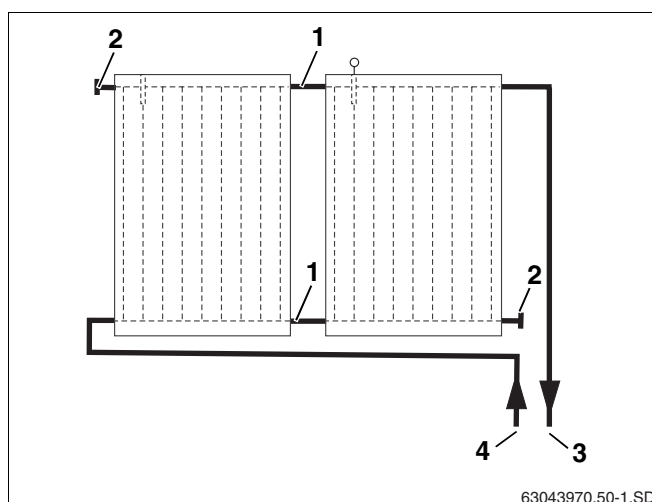
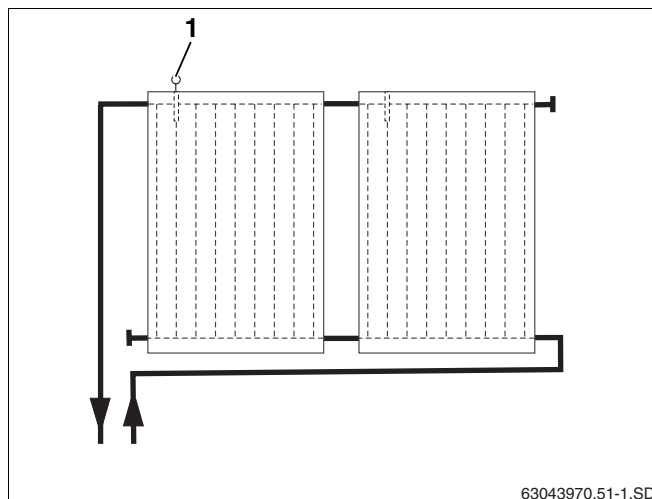

Fig. 40 Allacciamento idraulico – Tubazione di mandata a destra
Fig. 41 Allacciamento idraulico – Tubazione di mandata a sinistra
Il campo di collettori deve essere collegato ai tubi secondo il principio di Tichelmann. Ciò assicura che ciascuno dei collettori riceva la stessa portata in volume (fig. 40).
La tubazione di mandata può essere collocata in alto a destra (fig. 40) o a sinistra (fig. 41). In queste istruzioni, la tubazione di mandata è stata rappresentata sul lato destro.
I collettori devono essere montati in maniera tale che i pozzetti per la sonda dei collettori (fig. 41, **pos. 1**) siano nella parte superiore.